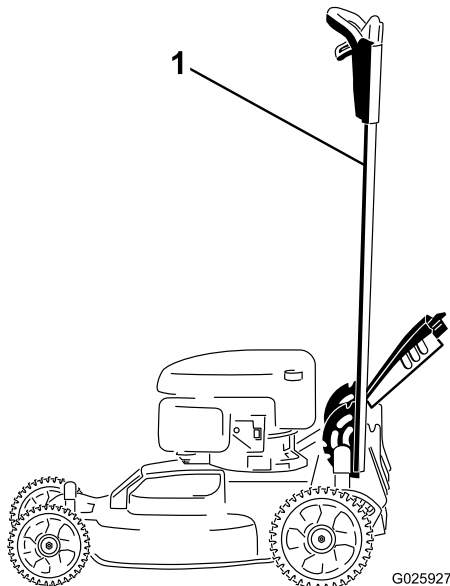

Bild 37
1. Arretieren Sie den Holm in der vertikalen Stellung (**Bild 37**), siehe Einstellen der Holmhöhe \(Seite 12\).